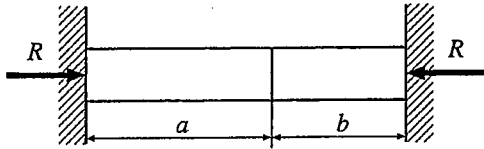

図2-1
- 2 図2-1のように長さ a および b の異なる材料からなる1本の棒の両端を剛性壁の間に固定し、温度を Δt °C 上昇させた。このとき壁に生じる反力 R を求めよ。なお棒の断面積を A とし、長さ a の部分の縦弾性係数を E_a 、線膨張係数を α_a 、長さ b の部分の縦弾性係数を E_b 、線膨張係数を α_b とする。【20点】